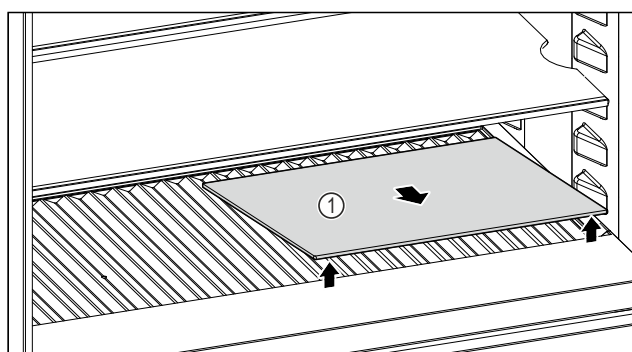

Fig. 153
- Soulever la plaque de verre Fig. 153 (1) au niveau de l'évidement avant et la retirer.
- Entreposer la plaque de verre Fig. 153 (1) dans un endroit sûr hors de l'appareil.